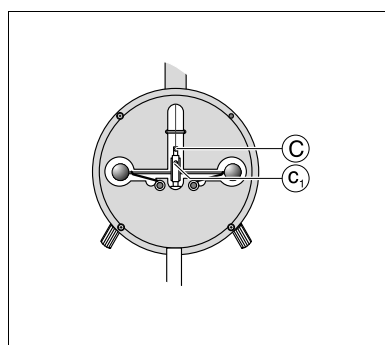

Fig. 8.7
- Esperar hasta que la cinta de torsión esté en reposo y en caso necesario se deberá colocar la cinta de torsión sobre los tornillos de nivelación de la base de soporte, de tal modo que la pieza terminal (C) cuelgue verticalmente sobre la perforación (c₂).
le faire descendre de quelques mm, sans le torsader, jusqu'à ce que la partie usinée de l'embout (C) glisse entièrement dans le perçage (c₁); ne relâcher alors le porte-ruban que lorsque la vis sans tête est bien resserrée (b₁) (Fig. 8.7) et qu'il est donc bien fixé; fixer ensuite l'embout (C) à l'aide de la vis (c₁).
- Fijar nuevamente el soporte de la cinta (B) y con el tornillo (b₁) flojo, bajar unos mm sin torcerlo, hasta que la parte torneada de la pieza terminal (C) pase completamente por la perforación (c₁). Soltar el soporte de la cinta sólo cuando ésta haya sido fijado cuidadosamente apretando el tornillo prisionero (b₁) (Fig. 8.7). Luego, fijar la pieza terminal (C) con el tornillo (c₁)